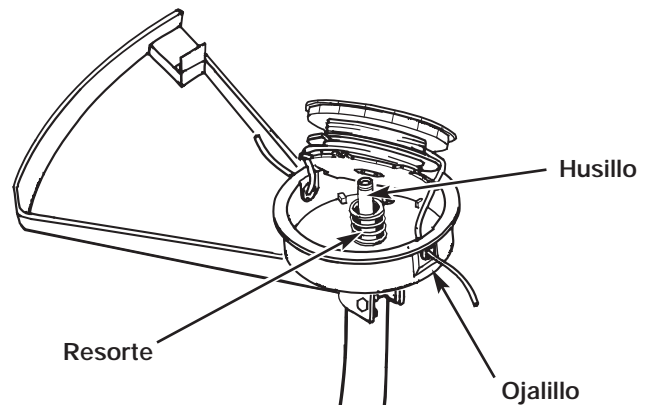

Fig. 18
8. Bajar el carrete de la caja mientras se alimenta la línea a través de los ojillos. Asegurarse de que el resorte se coloque por sí mismo dentro del carrete (Fig. 18).